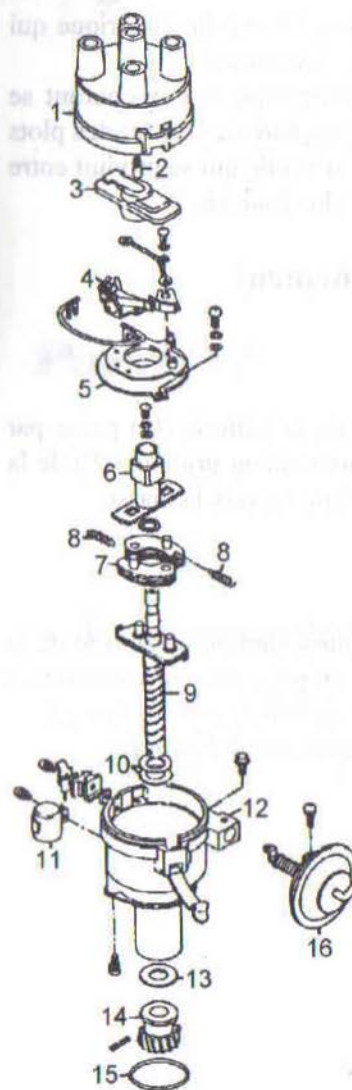

Fig. 45 : L'allumeur.
- une batterie d'accumulateurs (G) : maintenue constamment chargée par une dynamo ou un ensemble alternateur-redresseur.
- une bobine (B) : Comprend deux enroulements, un enroulement primaire (P) et un enroulement secondaire (S). Son rôle est de transformer le courant de basse tension en courant de haute tension.
- un interrupteur (I).
- un allumeur comprend (Fig. 45) :
- un distributeur (D) : repartit le courant H.T aux bougies à des moments très précis suivant l'ordre d'allumage dans les cylindres.
- un rupteur (R) : coupe et rétablit alternativement le courant.